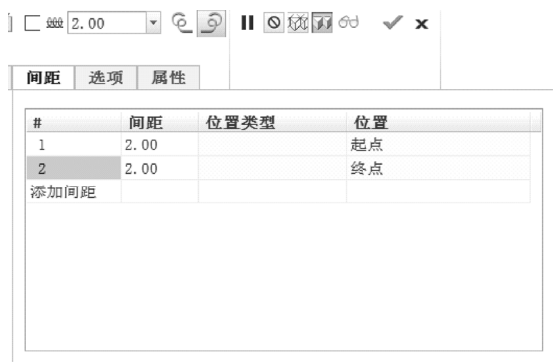

图 4-131 设置起点和终点处间距值
6) 在“螺旋扫描”选项卡打开“间距”面板,将起点处的间距设置为“2”,接着单击“添加间距”以添加一个间距点,该间距点的位置默认为终点,并将其间距值设置为“2”,如图 4-131 所示。